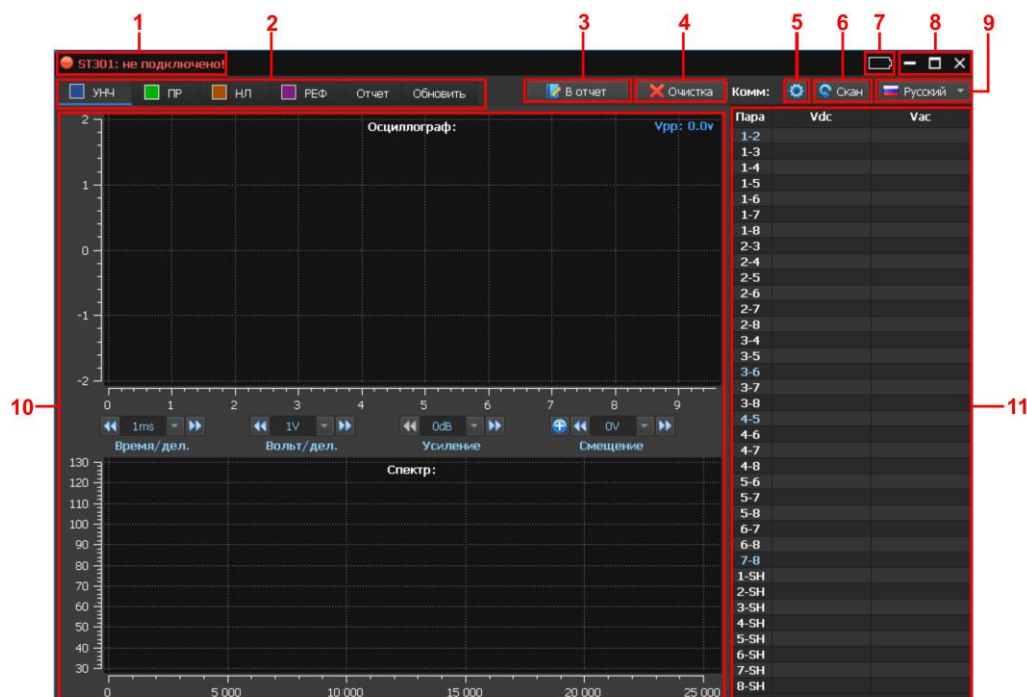

Рис.61
3. Запустить файл ST301.exe. Экран ПК представлен на рис.61. На индикаторе подключения (рис.61, п.1) появится сообщение: **«ST301: не подключено!»** красного цвета.
Для этой цели используется индикатор на экране ПК (рис.61, п.7).
Цифрами на рис.61 обозначено:
Для включения функции **«НАСТРОЙКА КОММУТАТОРА»** нужно кликнуть  (рис.61, п.5). На экране отобразится окно настройки.
После установки параметров коммутатора для продолжения работы нужно кликнуть кнопку  (рис.61, п.5).
В окне коммутатора (рис.61, п.11) отобразится установленная конфигурация контактов. Не подключенные пары выделены серым цветом, подключенные пары – белым, подключенные «связанные» пары – синим.
Для запуска автоматизированного режима нужно кликнуть кнопку  (рис.61, п.6). При сканировании, в окне коммутатора, (рис.61, п.10) отображаются измеренные значения постоянного и переменного напряжения. На каждой паре анализатор делает паузу в несколько секунд, для того, чтобы оператор мог оценить полученный сигнал. Анализ сигнала производится с помощью осциллограммы, спектрограммы (на экране ПК) и акустической информации (через встроенный динамик или наушники).
Ручной режим используется для анализа сигналов в конкретной комбинации проводов. Для ее подключения нужно кликнуть соответствующую строку таблицы коммутатора (рис.61, п.10), которая подсветится синим цветом.